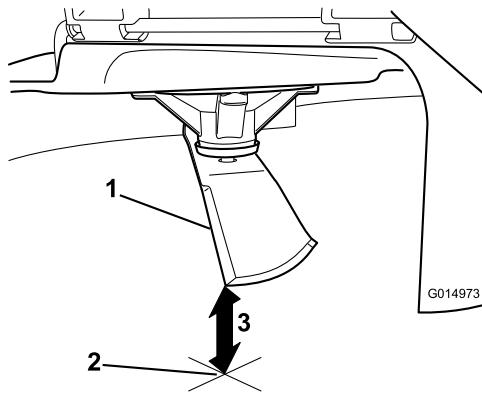

Figure 69
5. Mesurez la distance entre la pointe de la lame et la surface plane (Figure 69).